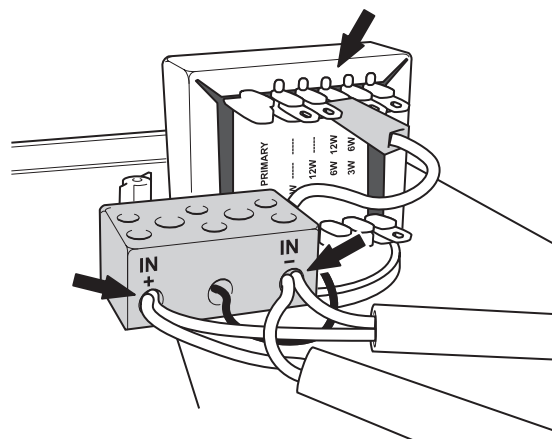

Fig. 2
- Inserire i cavi provenienti dalla linea di distribuzione nei passacavo e collegarne le terminazioni alla morsettiera presente sulla griglia frontale, facendo riferimento alle indicazioni riportate nella fig. 2.
- Applicare la griglia frontale e fissarla alla scatola utilizzando le tre viti autofilettanti (B) precedentemente rimosse.
La potenza dei diffusori è impostata in fabbrica per linea 100V/12W. Nel caso si volesse modificare questa impostazione, è possibile cambiare la potenza di uscita tramite l'apposito terminale ad inserzione rapida facendo riferimento alla targhetta posta sul trasformatore (vedi fig. 2).
- Pass the cables coming from the distribution line through the cable gland and connect the ends to the terminal strip on the front grille, following the instructions provided in Fig. 2.
- Fit the front grille and secure it to the box using the three self-tapping screws (B) that were removed earlier.
The power of the speaker units is factory-set for a 100V/12W line. If you wish to change this setting, it is possible to alter the output power by means of the quick-fit terminal provided for this purpose, consulting the data plate on the transformer (see Fig. 2).
- Introduire les câbles provenant de la ligne de distribution dans le passe-fil puis raccorder les extrémités au bornier sur la grille frontale, en respectant les indications de la fig. 2;
- Mettre la grille frontale et la fixer au boîtier en utilisant les trois vis autotaraudeuses (B) précédemment enlevées.
La puissance des diffuseurs est réglée en usine pour une ligne à 100V/12W. Il est possible de modifier cette configuration et de changer la puissance de sortie à l'aide de la cosse à prise rapide en se référant à la plaquette présente sur le transformateur (voir fig. 2).
- Die aus der Verteilerleitung austretenden Kabel in die Kabeldurchgänge einlegen und deren Endstücke gemäß den Anweisungen in Abb. 2 an das Klemmenbrett am vorderseitigen Gitter anschließen.
- Das vorderseitige Gitter aufsetzen und es mithilfe der drei, zuvor entfernten gewindeformenden Schrauben (B) befestigen.
Die Lautsprecherboxen **C44/12-EN** müssen als Abzweigung an den Verteilerleitung angeschlossen werden und es muss darauf sichergestellt werden, dass die von den Lautsprechern aufgenommene Gesamtleitung nicht die maximale, vom Verstärker gelieferte Leistung übersteigt. Die Leistung der Lautsprecherboxen ist werkseitig für eine Leitung von 100V/12W eingestellt. Falls Sie diese Einstellung ändern wollen, können Sie die Ausgangsleistung mit Hilfe des entsprechenden Endstücks mit Schnellverbindung anpassen und müssen hierfür die Angaben auf dem Typenschild am Transformator achten (Abb. 2).
- Steek de kabels afkomstig van de distributielijnen door de kabeldoorvoer en sluit de aansluitklemmen aan op de klemmenstrook op het frontrooster, aan de hand van de aanwijzingen in fig. 2.
- Breng het frontrooster op zijn plaats en bevestig het op de doos met behulp van de drie zelftappende schroeven (B), die eerder verwijderd zijn.
De luidsprekers **C44/12-EN** moeten met parallel met de distributielijnen verbonden worden, waarbij zeker gemaakt moet worden dat het totale door de luidsprekers geabsorbeerde vermogen het door de versterker geleverde maximum vermogen niet overschrijdt. Het vermogen van de luidsprekers wordt in de fabriek ingesteld voor een 100V/12W lijn. Indien men deze instelling wil wijzigen, kan het uitgangsvermogen worden veranderd met behulp van de speciale snelaansluiting aan de hand van het gegevensbordje op de transformator (zie afb. 2).
- Hacer pasar los cables procedentes de la línea de distribución por los pasacable y conectar sus terminales en el tablero de bornes presente en la rejilla frontal, ajustándose a las indicaciones presentadas en la fig. 2.
- Poner la rejilla frontal y fijarla a la caja utilizando los tres tornillos de rosca golosa (B) quitados anteriormente.
Los difusores **C44/12-EN** se deben conectar en derivación a la línea de distribución, comprobando que la potencia total absorbida por los difusores no supere la máxima proporcionada por el amplificador. La potencia de los difusores está configurada en la fábrica para línea de 100V/12W. Si se desea modificar esta configuración, es posible cambiar la potencia de salida a través del terminal previsto de conexión rápida, haciendo referencia a la placa situada en el transformador (véase la fig. 2).